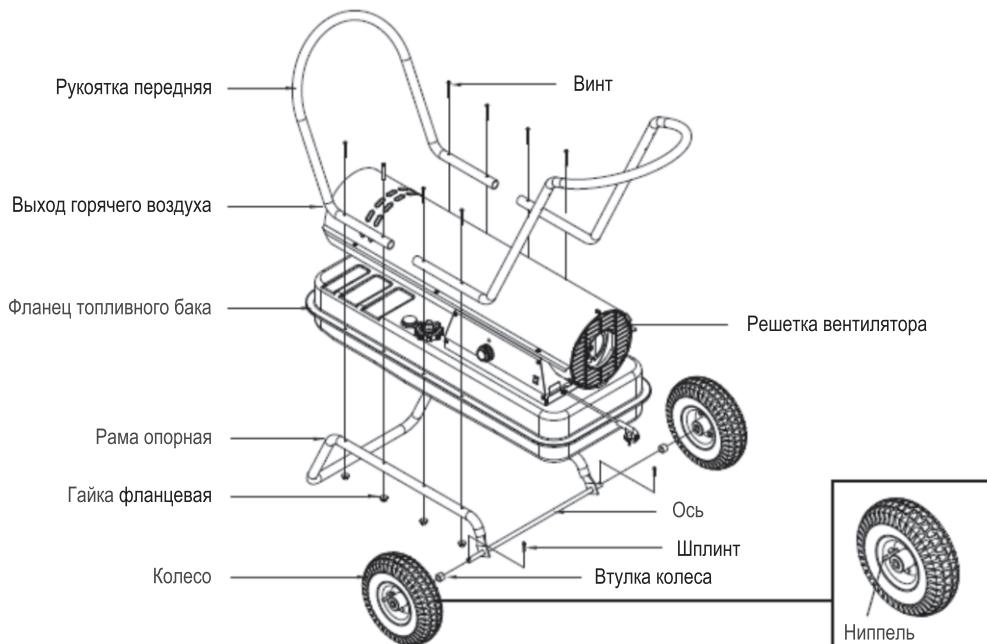

Рис. 7
**Сборка пушки (модели ТП14ДБ, ТП22ДБ) (рис. 7)**